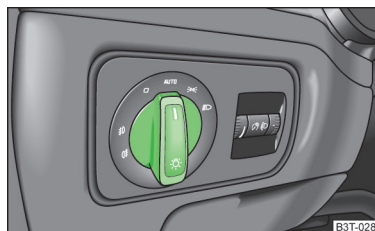

Fig. 32
Si el conmutador de luces está en la posición **AUTO** » fig. 32, se conectan o desconectan automáticamente la luz de posición y de cruce, así como la luz de matrícula.
- ✓ El conmutador de luces se encuentra en la posición **AUTO** » fig. 32 de la página 58.